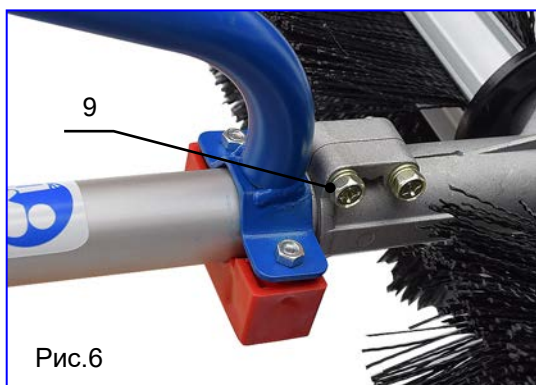

Рис.6
- Затяните два винта фиксации (поз.9, рис.6).